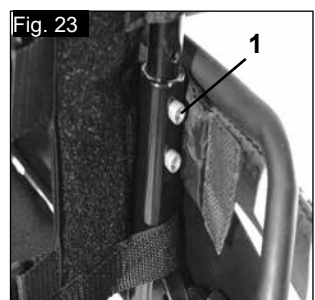

FIG. 23
La altura del respaldo puede establecerse en 2 ó 3 posiciones distintas (dependiendo del modelo) (41 cm; 43,5 cm y 46 cm). Afloje y retire los tornillos (1)+ (2), y coloque el tubo del respaldo a la posición deseada. Vuelva a ajustar los tornillos (Fig. 23).